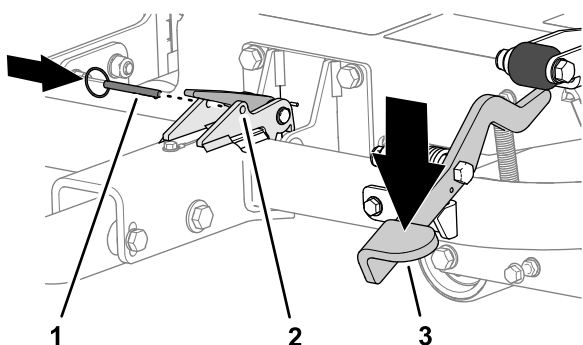

Figura 19
3. Pise o pedal do engate até o engate ficar bloqueado no lugar (Figura 19).